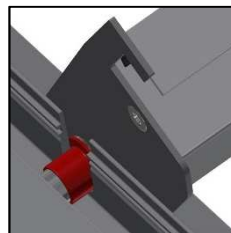

Abbildung 84
- » Achten Sie darauf, dass der Bund der Buchse zwischen Lamelle und Lamellenträgerprofil liegt (Abbildung 84)